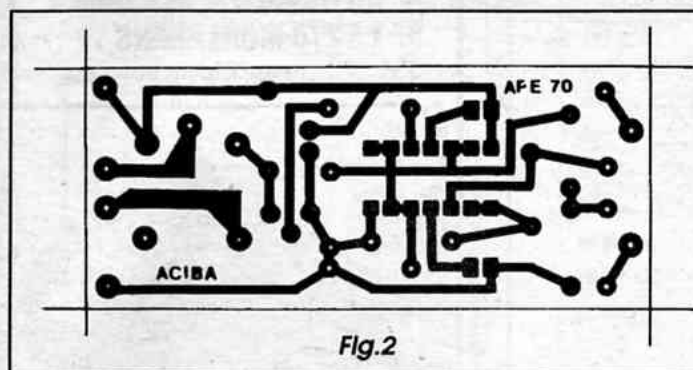

Fig. 2
- **FIG. 2 - LAY OUT DO CIRCUITO IMPRESSO ESPECÍFICO** - Nenhuma dificuldade, nem na cópia, nem na traçagem, corrosão, etc., da placa de circuito impresso do **ACIBA**, devido à grande simplicidade do arranjo cobreado de ilhas e pistas, visto em escala 1:1 (tamanho natural) na figura... Embora fácil a realização do impresso, os eternos cuidados e conferências devem ser adotados, conforme sempre recomendamos aqui, para toda e